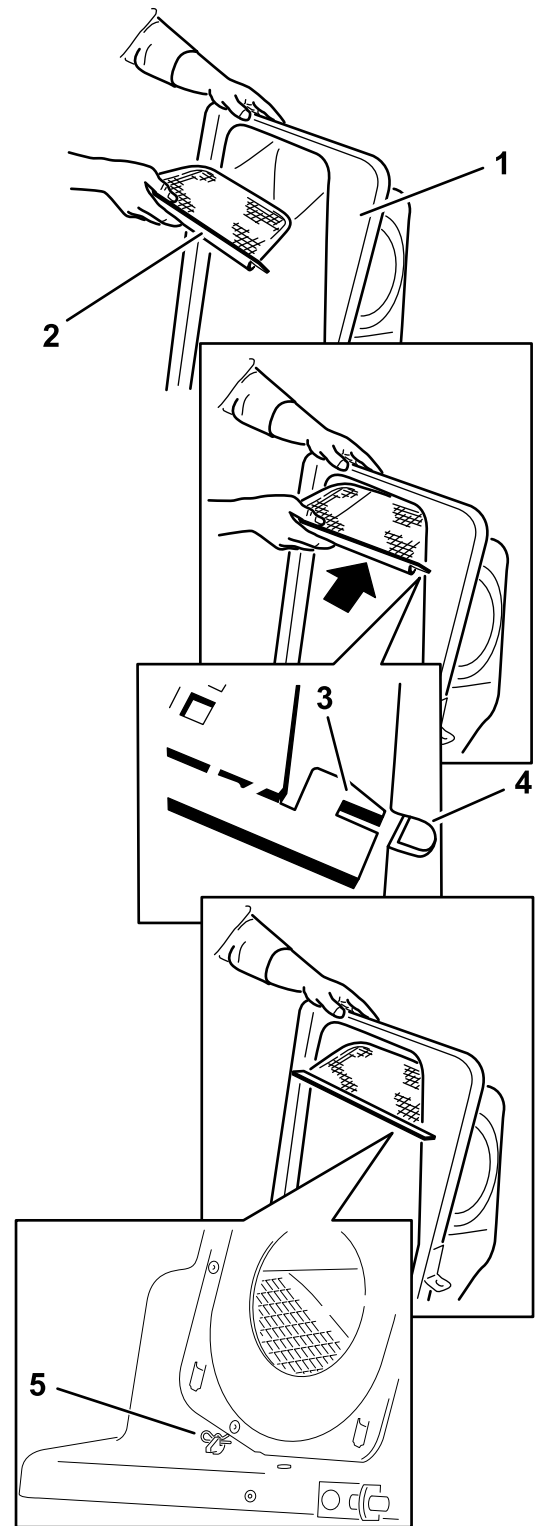

Figure 19
2. Montez le filtre comme montré à la Figure 19 en prenant soin de l'incliner dans la direction des bacs de ramassage.